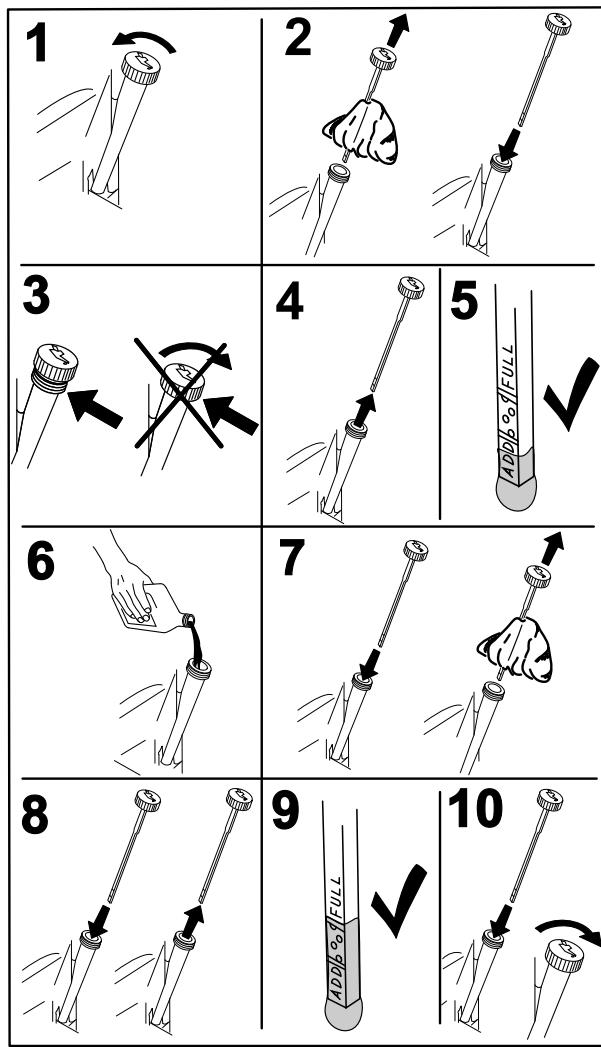

Bild 38
4. Stellen Sie vor dem Verlassen des Fahrersitzes den Motor ab, ziehen Sie den Schlüssel ab und warten Sie, bis alle rotierenden Teile zum Stillstand gekommen sind (Bild 38).